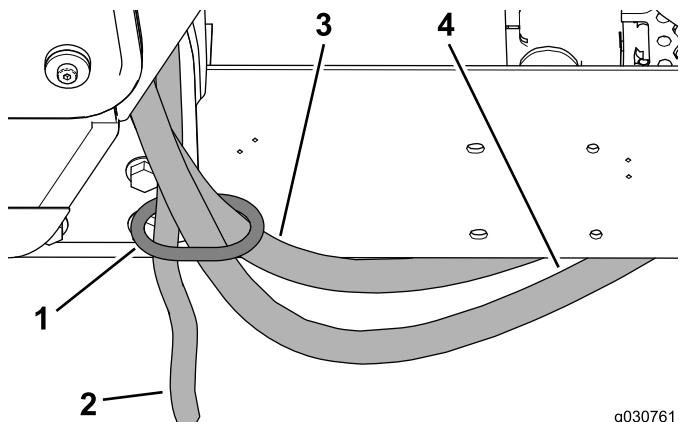

図 38
4. ヒーター用とドレン用のホースを、後キャブマウントのホース用リングに通す図 38。